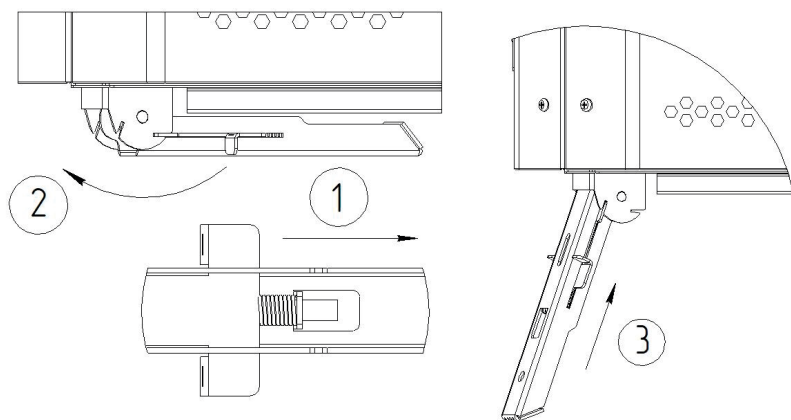

Рисунок 3. Раскладывание ножек печи
- Аккуратно положите печь на задний конвектор и разверните ножки (см. рисунок 3). Нажмите сбоку ножки на рычаги в направлении к оси ножки. После того как зацеп выйдет из горизонтального паза, ножку нужно развернуть до упора. Отпустить рычаги, после чего зацеп войдет в вертикальный наклонный паз, тем самым блокируя механизм складывания ножек. Для блокировки механизма зацеп приводит в движение пружина, нажатие на рычаг требуется только при разблокировке.